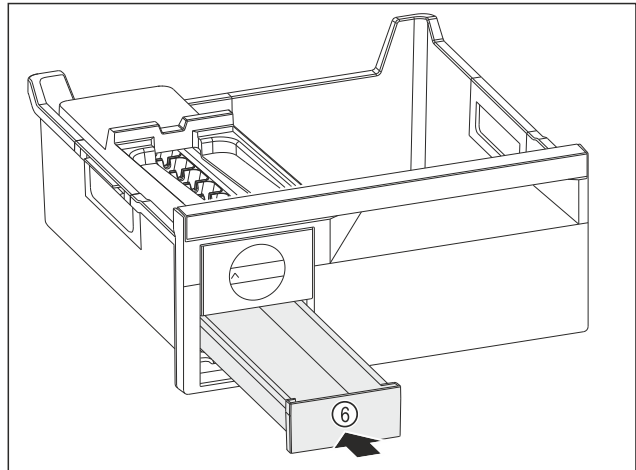

Fig. 87
- ▶ Встановіть форму для льоду Fig. 87 (6).